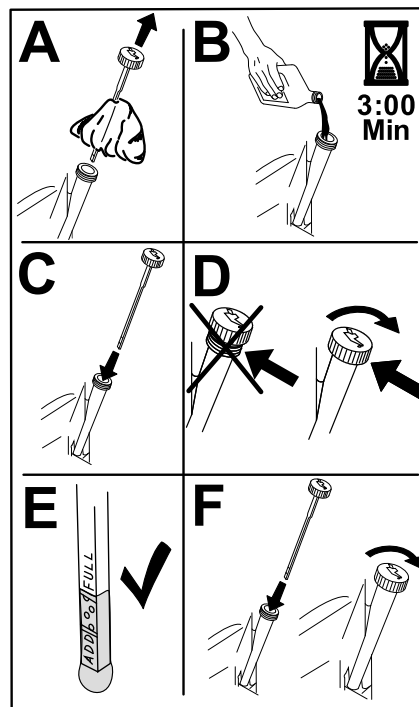

Figura 43
6. Vierta lentamente un 80% aproximadamente del aceite especificado por el tubo de llenado, luego añada lentamente el resto del aceite hasta que llegue a la marca de Lleno (Figura 43).